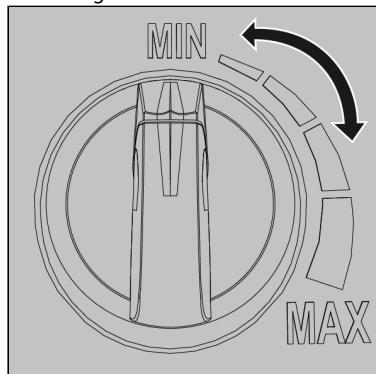

Abbildung 61.
5. Verwenden Sie den Reinigungsmittelregler (Abbildung 61) an der Vorderseite des Geräts, um die Menge an zusätzlichem Reinigungsmittel zu kontrollieren.